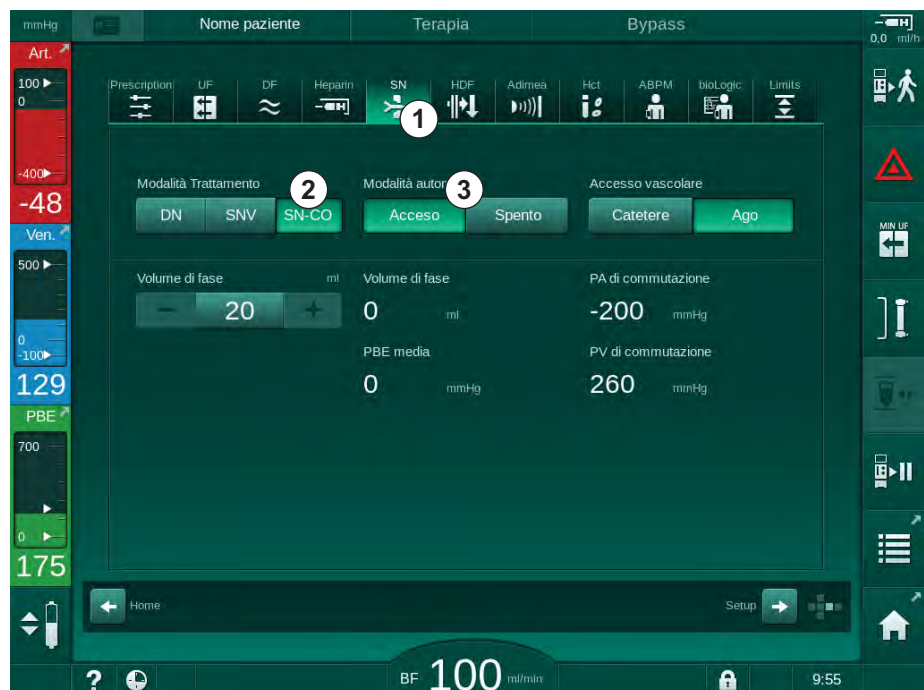

Fig. 9-1 Passare alla terapia ago singolo Cross-Over
2. Toccare l'icona *SN* (Fig. 9-1, ①).